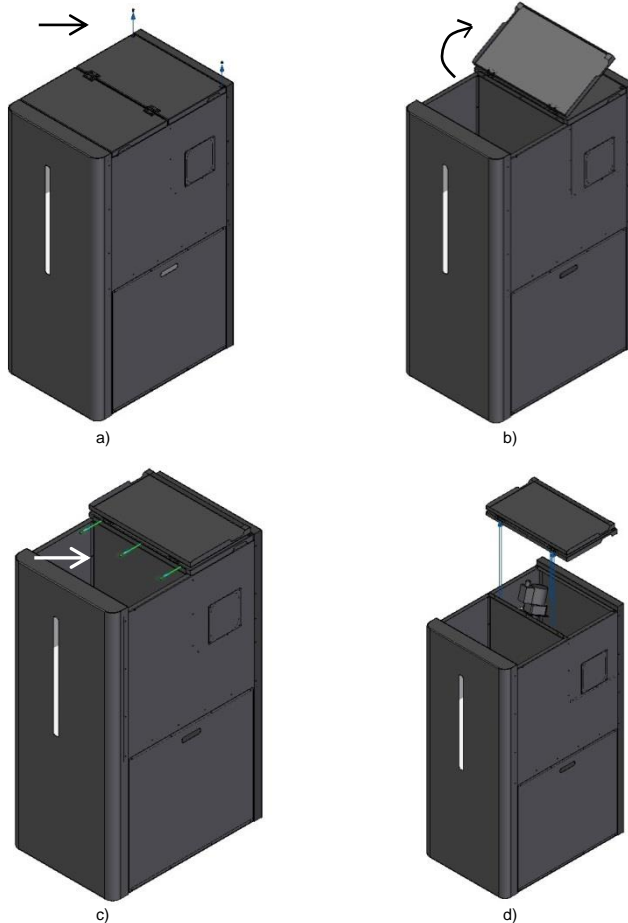

Figura 39 – Rimozione dei coperchi superiori
- 1 – In primo luogo, rimuovere i coperchi superiori. A tale scopo, rimuovere innanzitutto le due viti di fissaggio situate sul retro (Figura 39-a). Quindi, aprire il coperchio anteriore e rimuovere le 3 viti (Figura 39-c) che fissano i coperchi.